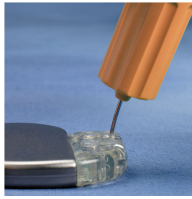

Figura 1. Llave inclinada 20° a 30° con respecto a la posición perpendicular.
- A. Desde una posición perpendicular, incline la llave 20° a 30° con respecto al eje central vertical del tornillo (figura 1).